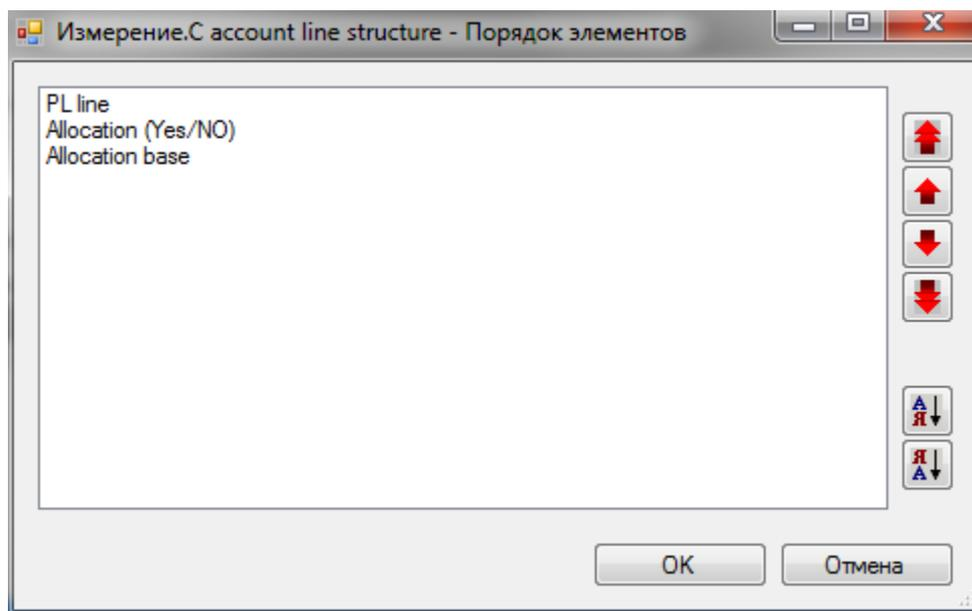

Рисунок 27. Изменение порядка элементов.
- Порядок элементов – открывает диалоговое окно для упорядочения элементов измерения (рисунок 27).